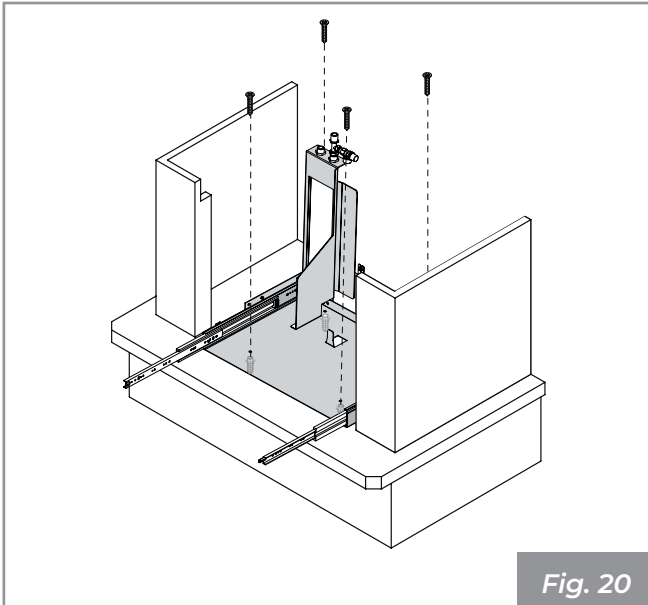

Fig. 20
- ponga y fije con unos tacos la base en la superficie de la chimenea (**Fig. 20**);